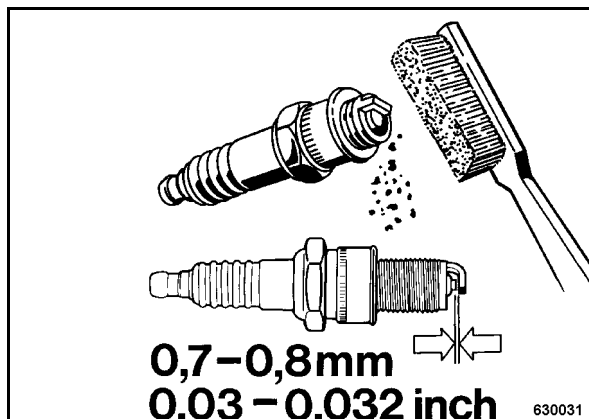

рис. 38
- Произвести визуальный контроль свечи зажигания и, при необходимости, очистить (рис. 38).